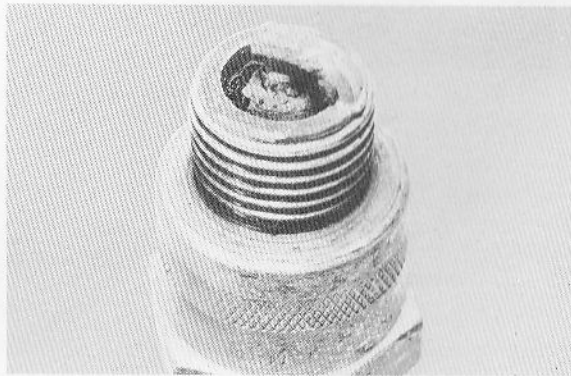

Fig. 6-3-3
3. If the porcelain is burned white and/or the electrodes are partially burned away, replace the plug with a colder-type for high speed riding. (Fig. 6-3-3)
3. Si la porcelaine paraît brûlée blanche et/ou les électrodes partiellement consumées, remplacer la bougie par une autre de type plus froid pour la conduite à grande vitesse. (Fig. 6-3-3)